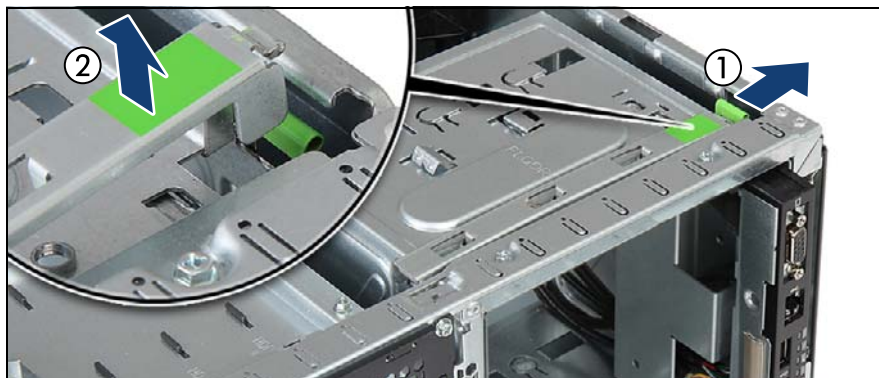

図 214: アクセス可能なドライブのロックを開く
- ▶ ロッキングラッチを押して、アクセス可能なドライブのロックを外します（図 214 を参照）。